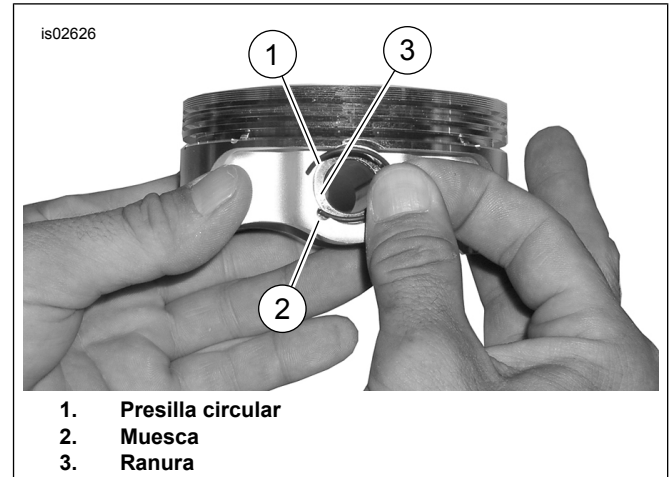

Figura 3. Presilla circular y pistón
1. Vea Figura 3. Inserte el extremo abierto de la presilla circular (1) dentro de la muesca (2) de la ranura (3) alrededor del saliente del pasador del pistón para que la abertura quede en la posición de las 12:00 o las 6:00 horas cuando se instale.